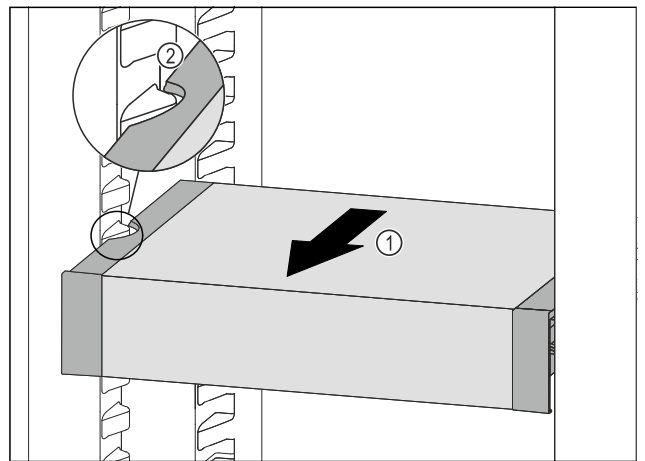

Fig. 82
- Tirer le VarioSafe vers l'avant Fig. 82 (1) jusqu'à ce que les encoches latérales du VarioSafe se trouvent au niveau de la nervure du bac dans la partie réfrigérateur. Fig. 82 (2)